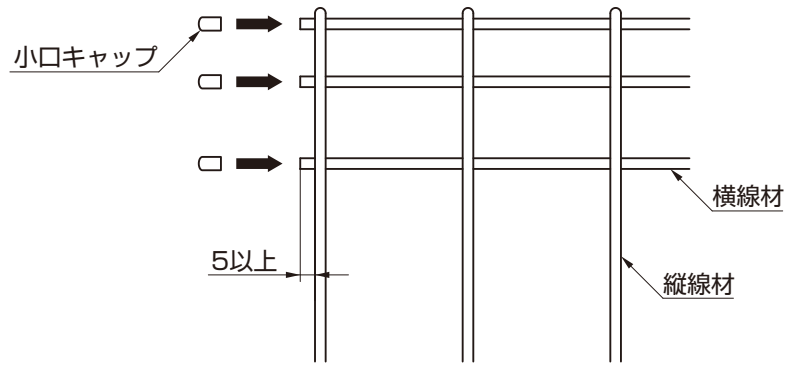

図13-1
①現場でフェンス本体の切り詰めを行う場合は、縦線材より5mm以上横線材を残して切断し、必ず小口キャップを取付けてください。(図13-1参照)